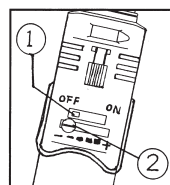

Fig. 2
1. Vri på-/av-knappen fra venstre (off) til høyre (on) for tenning. Se fig. 2.
3. Vri på/av-knappen fra venstre (off) til høyre (on) for tenning. Se fig. 2